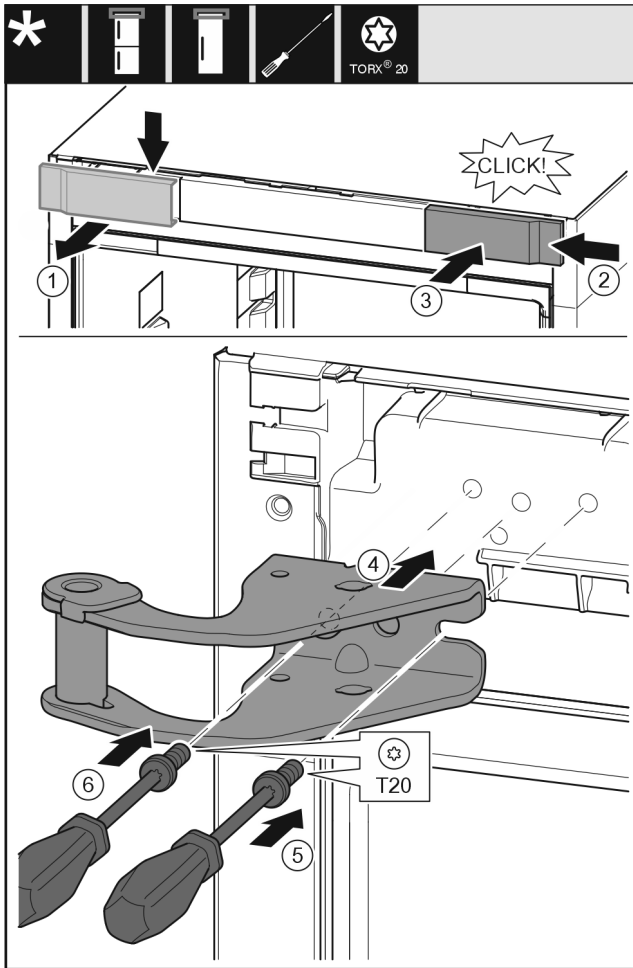

Fig. 13
- ▶ Hiqni kapakun mbulues nga lart duke e tërhequr përpara. Fig. 13 (1)
- ▶ Futni kapakun të rrotulluar me 180°, në anën tjetër nga e djathta. Fig. 13 (2)
- ▶ Mbërtheni në vend kapakun mbulues. Fig. 13 (3)
- ▶ Vendosni bazamentin mbështetës të sipërm. Fig. 13 (4)
- ▶ Vendosi vidën me një kaçavidë T20 dhe shtrëngojeni fort. Fig. 13 (5)
- ▶ Futni në vend vidën me një kaçavidë T20 dhe shtrëngojeni fort. Fig. 13 (6)